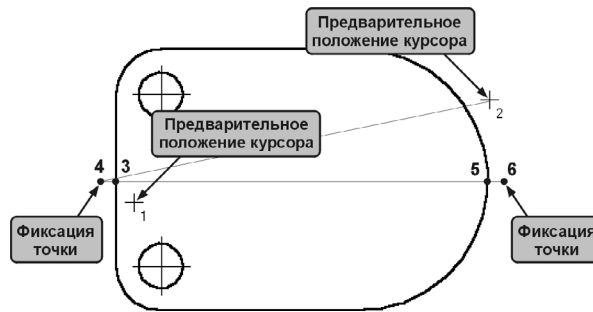

Рис. 9.37. Построение горизонтальной оси симметрии
- 4.1. Установите курсор рядом с вертикальным отрезком в левой части детали. Не делайте щелчков мышью (рис. 9.37).
4.5. Установите курсор рядом с дугой в правой части детали. Не делайте щелчков мышью (рис. 9.37).